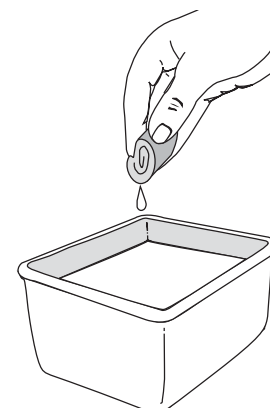

Fig. 25
3. Lavez le filtre dans un mélange d'eau et de détergent (Fig. 25). Rincez le filtre abondamment. Essorez l'excédent d'eau. Laissez sécher complètement.